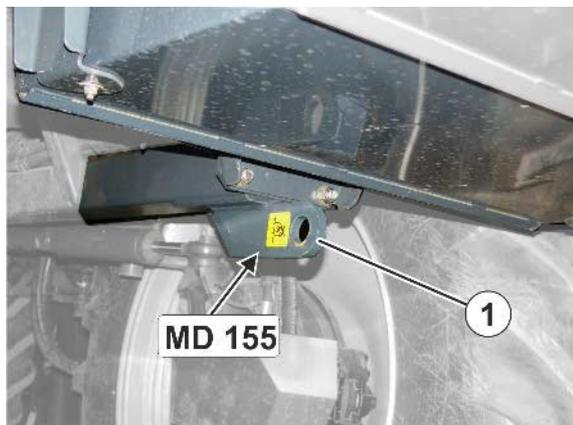

Fig. 4
- 1 point d'arrimage avant (Fig. 4/1)